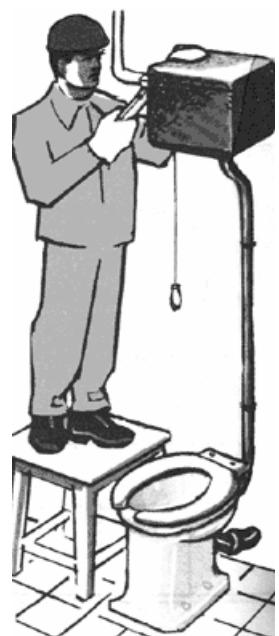

Рис.12
**Присоединение бачка к трубопроводу холодного водоснабжения (рис.12)**